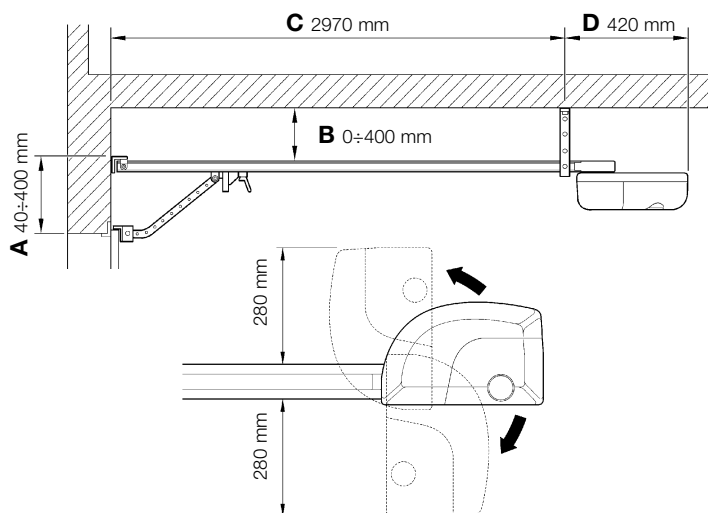

Figure 8
- Vérifier qu'il y a les espaces minimum et maximum indiqués dans la figure 8.